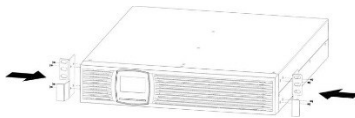
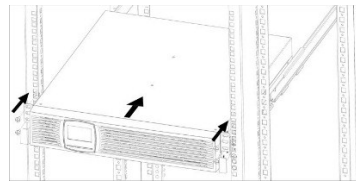

Figura 12: Fissaggio delle staffe di montaggio
Figura 13: Montaggio nel rack
7. Fissare le staffe di montaggio del sistema UPS nel rack (cfr. Figura 12, Figura 13).